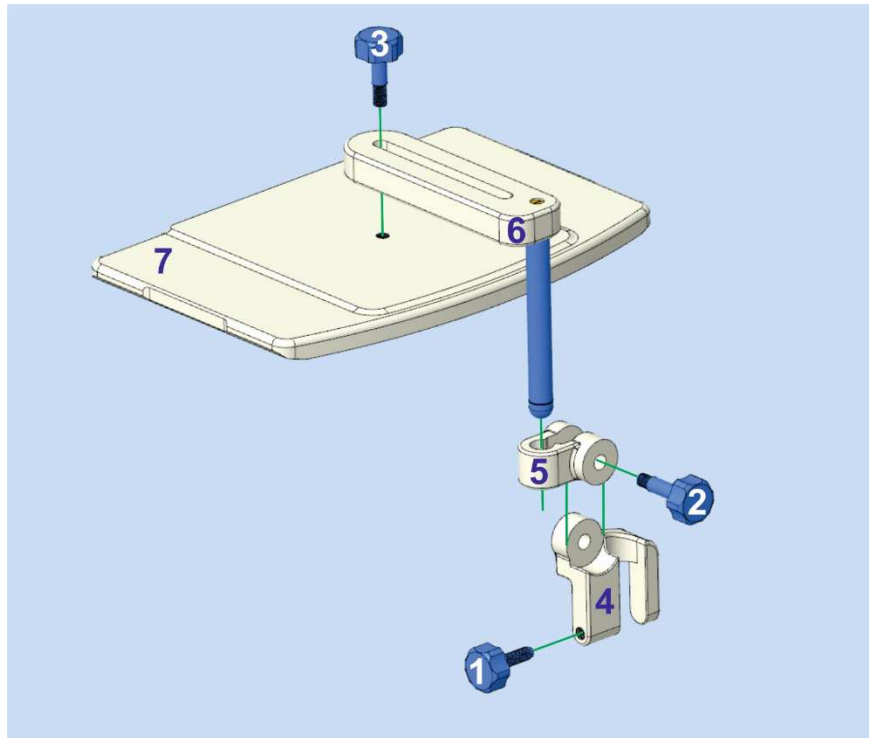

Figura 18: Assieme supporto per bobina ER in configurazione "Applicazione".
- Per i dettagli della disposizione dei componenti vedere la figura 18.